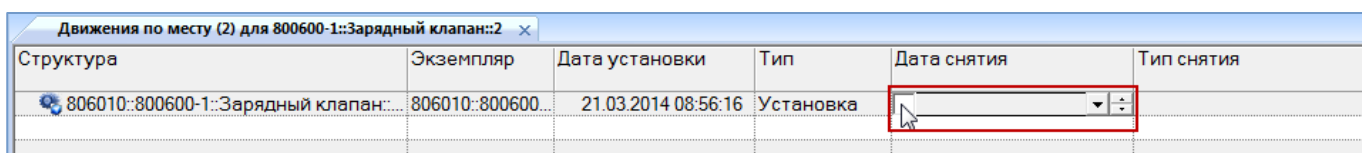

Рис. 13-148 – Навести курсор мыши в начало поля «Дата снятия» для актуального движения
4) В открывшемся окне связанных объектов «Движения по месту» выбрать актуальное движение экземпляра ПКИ, и навести курсор мыши в начало поля «Дата снятия» (рис. 13-148).